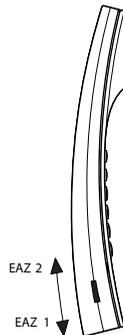

Fig. 74 DSI-Bus-Adresse einstellen
1. DSI-Bus-Adresse einstellen (Fig. 74).